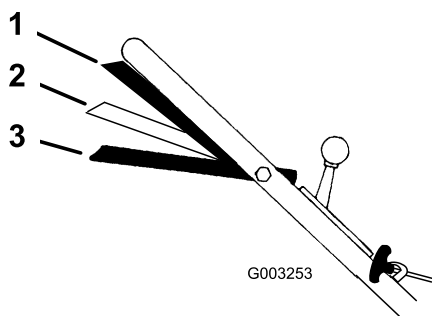

Figure 16
- Placez le levier de changement de vitesses en position point mort (N).
- Serrez la barre de commande contre le guidon en position Marche/déplacement (Figure 16).
Remarque: Ne changez pas de vitesse lorsque la barre de commande est serrée contre le guidon en position marche/déplacement au risque d'endommager la transmission. Placez la barre de commande en position marche/changement (Figure 16) pour changer de vitesse de déplacement.